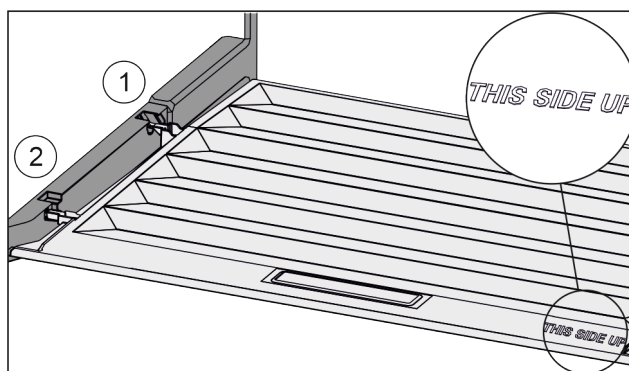

Fig. 33
- ▶ Пъхнете шийките на капака през отвора в задния държач Fig. 33 (1) и фиксирайте отпред в държача Fig. 33 (2).